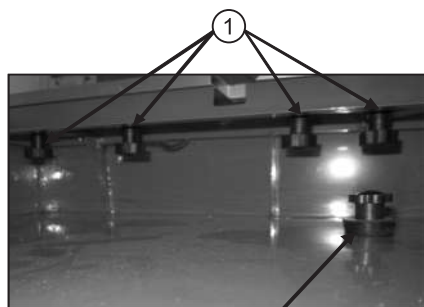

Рис.11
1. Установите регулируемый упор с транспортером (1) напротив деления на упорной линейке (4) (например 7 см) и зафиксируйте его винтом (3). Угол транспортера установите в положение 0°.
2. Ослабьте винты фиксации (поз. 1, рис. 11) левой части упорной линейки, расположенные со стороны поддона для воды и отрегулируйте расстояние от края упора транспортера до режущей кромки алмазного диска равное 7 см.
3. Перемещая упорную линейку (4) по направляющей отрегулируйте расстояние от края упора транспортера (1) до режущей кромки алмазного диска равное 7 см.
12. Периодически меняйте воду в поддоне, так как грязная вода может засорить насос и вывести его из строя. Для слива воды из поддона снимите узкую столешницу рабочего стола и вытащите сливную пробку поддона (рис. 11).